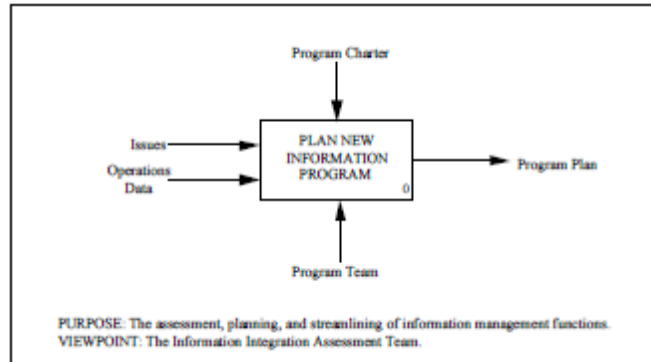

Figura 6. Identificación componentes.
- Se debe de realizar el modelado identificando sus entradas, controles, salidas y mecanismos, a lo largo de los estados de modelo y propósito desde el punto de vista. (Ver figura 6)